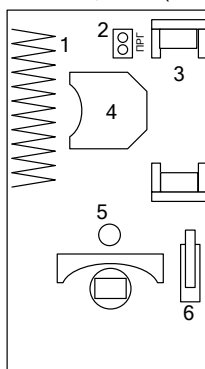

Рисунок 6
4.8. Органы управления, используемые при конфигурировании извещателя, расположены на лицевой стороне печатной платы извещателя (см. Рисунок 6, стр.56).